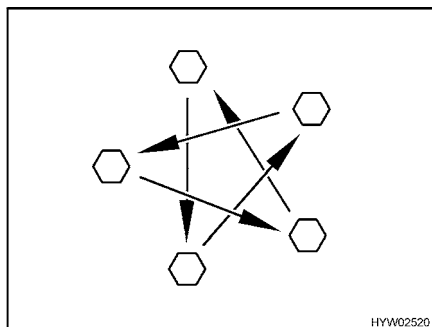

Fig. 261 Serrare a croce i dadi o i bulloni delle ruote
- Controllare regolarmente il serraggio dei dadi o dei bulloni. Regolare a croce (Fig. 261) il serraggio dei dadi o dei bulloni di una ruota sostituita dopo circa 50 km.
- ▷ Serrare a croce i dadi o i bulloni delle ruote (Fig. 261).